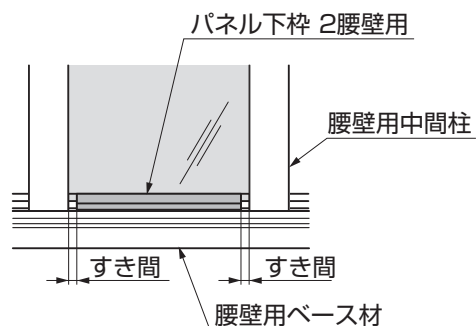

図1-34
- パネル下枠 2腰壁用の長さは柱間の長さより数mm短くなっていますので、左右のすき間が均等になるように取付けてください。すき間がないと柱フタが取付けできなくなります。(図1-34参照)